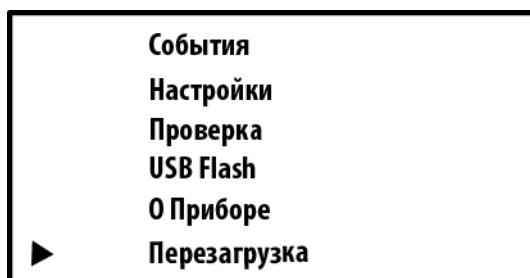

Рисунок 25
2.6.14 Режим обновления программного обеспечения (бутлоадера). Для обновления ПО прибора имеется режим обновления ПО. Обновление производится только с USB-Flash накопителя. Для перехода в режим обновления необходимо вставить Flash накопитель с находящимся в корне файлом прошивки и перезагрузить Прибор, выбрав пункт меню *Перезагрузка* (см. Рисунок 25).